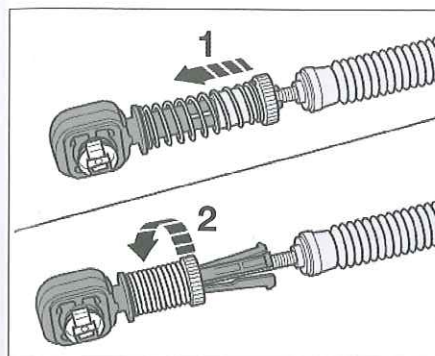

Fig. 10
- Empujar el mecanismo de seguridad de los cables hacia la parte del. hasta el tope (1) (Fig.10).
- Girar el mecanismo de seguridad de los cables hacia la der. (2) hasta que se bloquee.